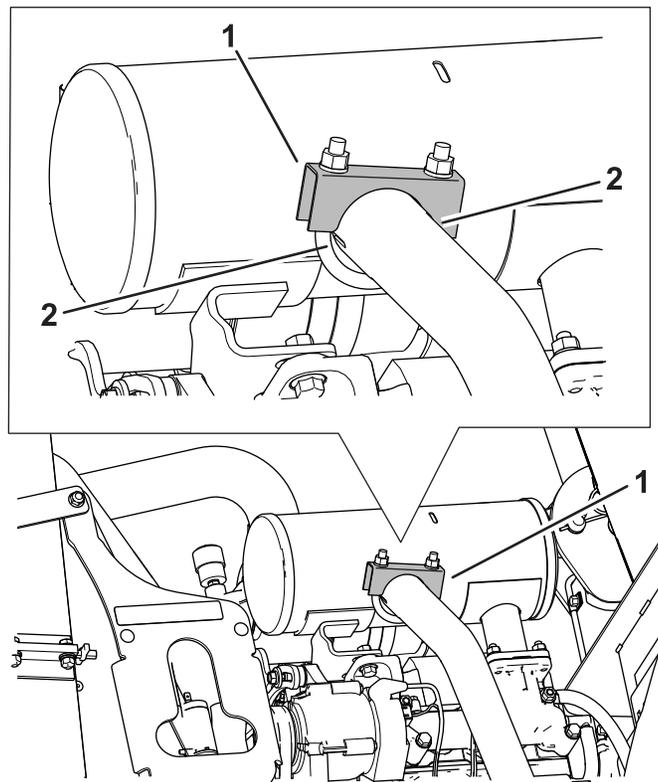

Figura 8
7. Allineate il serratubo a filo dell'estremità del tubo di scarico e ruotatelo come mostrato nella Figura 8.
Nota: Accertatevi che la superficie di fissaggio sia parallela alle fessure del tubo (Figura 8).